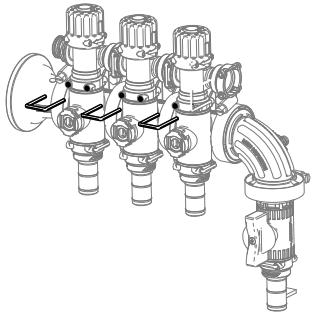

図 16
1. 先ほど外したリテーナを使用してブームバルブクラスタを 図 16のように取り付ける。